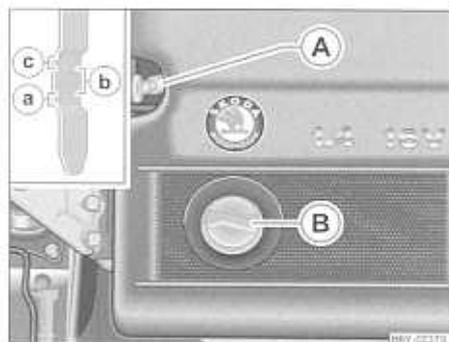
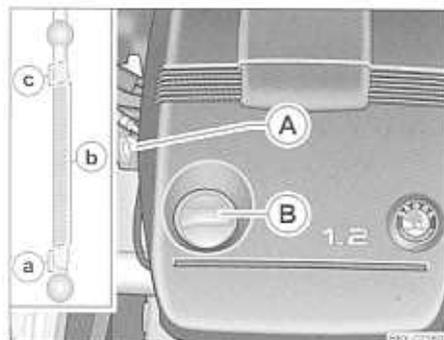

Fig. 127 Varilla de medición de aceite para el motor de 1,4 174 kW
Fig. 128 Varilla de medición de aceite para el motor de 1,2 1140 kW
En la figura se representa, por razón de claridad, sólo una parte de un vano motor con los motores de 1,4 l/74 kW ⇒ página 181, fig. 127 y 1,2 l/40 kW ⇒ página 181, fig. 128.
- Desenrosque el tapón de la boca de llenado de aceite de motor (b) ⇒ página 181, fig. 128.